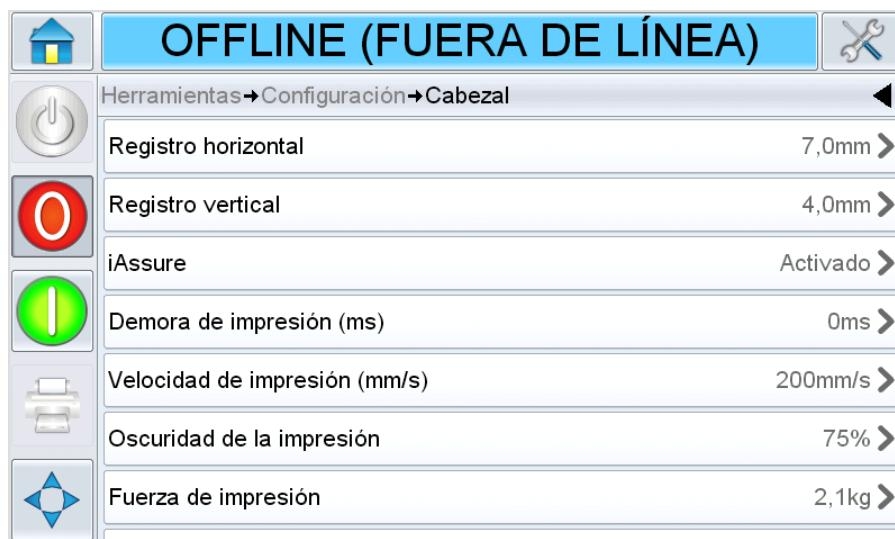

Figura 6-9: Pantalla de configuración del cabezal de impresión para aplicaciones de movimiento
La Figura 6-9 muestra la página de configuración del cabezal de impresión correspondiente a impresoras instaladas para funcionar con una máquina de empaque de movimiento intermitente (imprime solo cuando el material sobre el que se imprime está estacionario).
1. Vaya a *Tools (Herramientas) > Setup (Configuración) > Printhead (Cabezal de impresión)*. Se muestra la pantalla de cabezal de impresión (Figura 6-9 en la página 6-10).